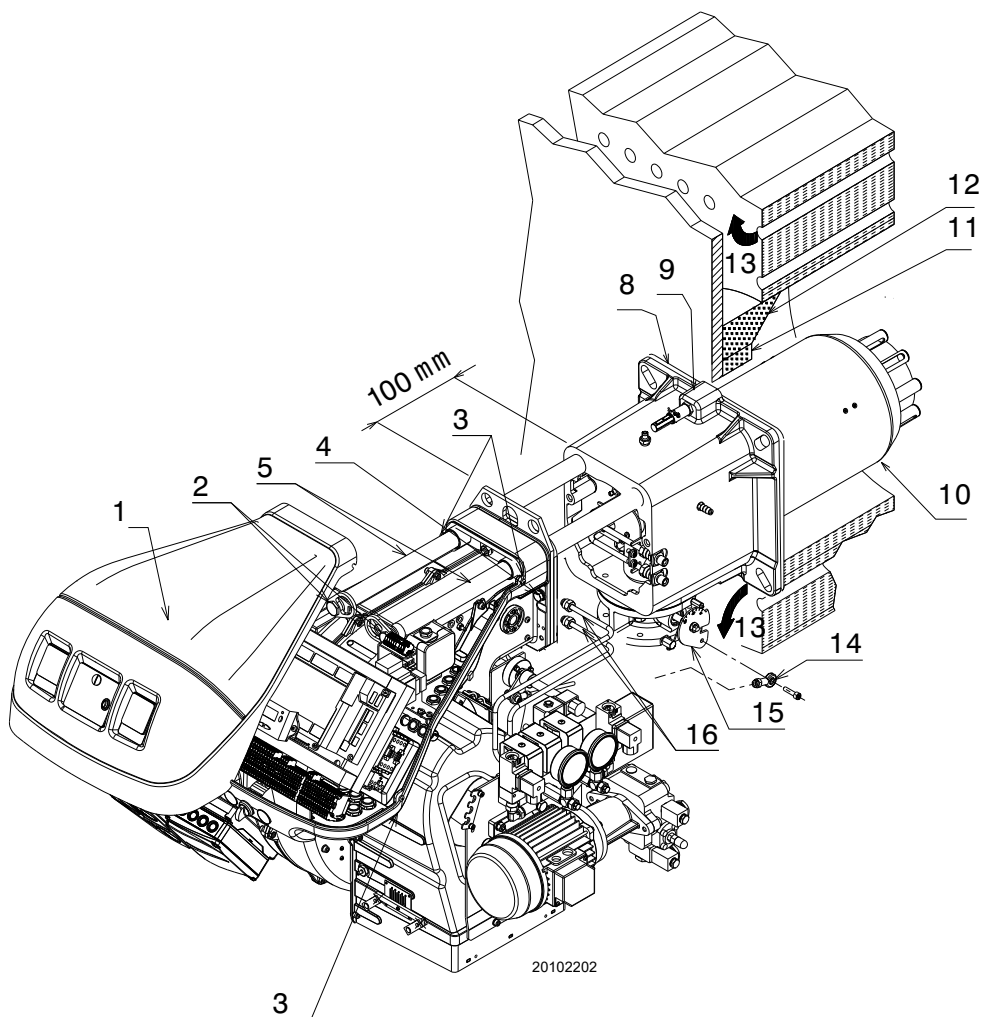

Рис. 16
В котлах с передним оборотом дымовых газов 13) Рис. 16 или в двухходовых котлах защитите огнеупорным материалом 11) зону между огнеупорной частью котла 12) и жаровой трубой 10).
Затем отсоедините головку горения от горелки (Рис. 16). Для этого выполните следующее:
- Снова установите горелку на направляющие 3) примерно на 100 мм от муфты 4) - положение горелки указано на Рис. 16.